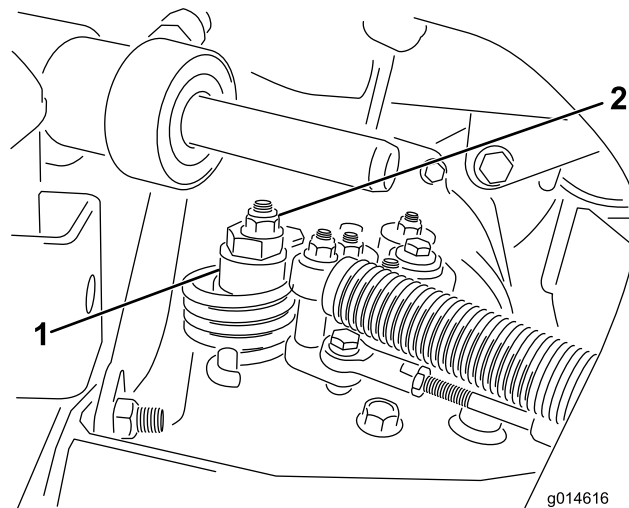

Bild 49
- A. Lösen Sie die Mutter, mit der der Exzenter oben am Hydrostat befestigt ist (Bild 49).
die Einstellung zu arretieren (Bild 49). Überprüfen Sie die Einstellung mit dem Gasbedienungshebel auf „Langsam“ und auf „Schnell“.